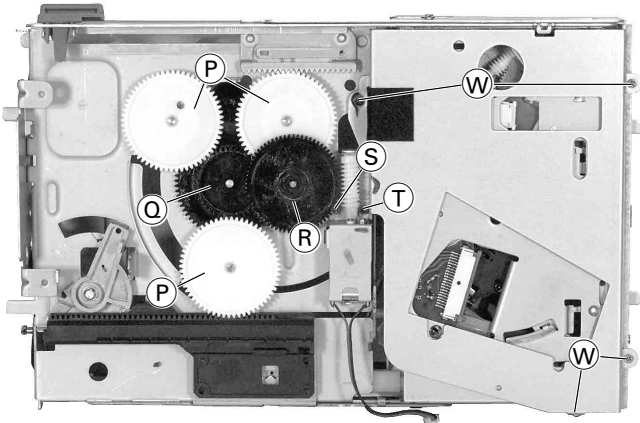
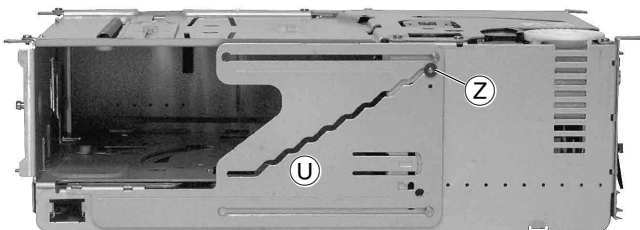
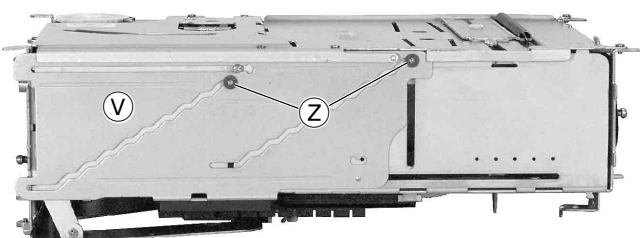

Fig. 8
Fig. 10
Fig. 12
6. Loading-Antrieb zerlegen (Fig. 8)
- Die Zahnräder (P), (Q) und (R) können mit einem Schraubendreher herausgehoben werden.
- Zum Ausbau des Motors Zahnrad (R) ausbauen und die 2 Schrauben (S) und (T) herauserschrauben.
- **Achtung:** Wurde wenigstens eines der 3 Zahnräder (P) ausgebaut, beim Zusammenbau darauf achten, dass die 2 Schieber (U) (Fig. 10) und (V) (Fig. 12) in der gleichen Position stehen.
- Loading-Einheit in die oberste Position bringen (vgl. Fig. 10 und 12).
- Schraube (T) und 4 Schrauben (W) (Fig. 8) herauserschrauben und Bodenteil abnehmen.
- 3 Sicherungsscheiben (Z) (Fig. 10 und 12) abziehen.
6. Disassembling the loading drive (Fig. 8)
- The gear wheels (P), (Q) and (R) can be pushed out with a screwdriver.
- Remove gear wheel (R) and undo the 2 screws (S) and (T) to remove the motor.
- **Attention:** If at least one of the 3 gear wheels (P) had been removed, take care that both slides (U) (Fig. 10) and (V) (Fig. 12) are in the same position when reassembling.
- Move the loading unit to the topmost position (see Fig. 10 and 12).
- Undo screw (T) and 4 screws (W) (Fig. 8) and remove the bottom part.
- Pull off the 3 retainer washers (Z) (Fig. 10 and 12).